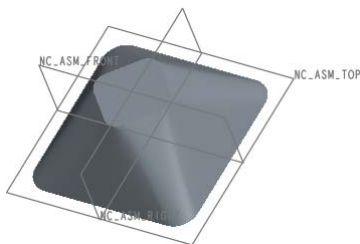

图 6.3.2 放置后的参照模型
Step3. 在“元件放置”操控板中选择 **默认** 选项,然后单击  按钮,完成参考模型的放置,放置后如图 6.3.2 所示。